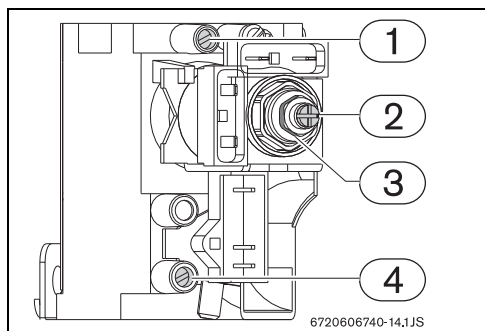

Fig. 17 Puntos de medición de presión
- ▶ Afloje el tornillo obturador (→ Fig. 17, [1]).
- ▶ Utilizando la tuerca de ajuste (→Fig. 17,[3]) regule la presión hasta alcanzar los valores indicados en la tab. 10.
- ▶ Utilizando el tornillo de ajuste (→Fig. 17, [2]) regule la presión hasta alcanzar los valores indicados en la tab. 10.